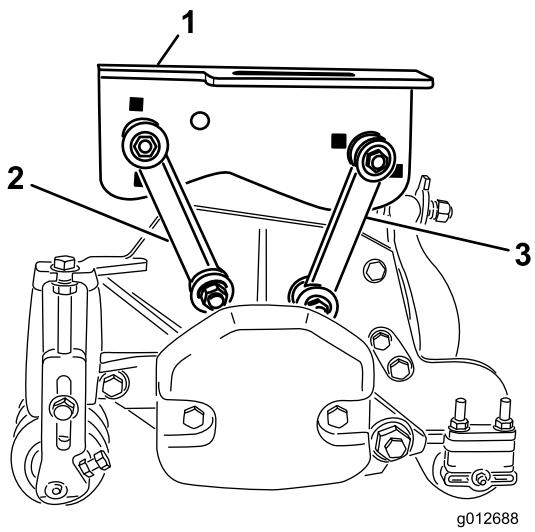

Рисунок 17
- Прикрепите передние монтажные тяги к отверстиям средних несущих рам с помощью болтов (3/8 x 2-1/4 дюйма), двух плоских шайб и контргаек, как показано на Рисунок 17. Во время монтажа установите с каждой стороны тяги по шайбе. Затяните крепежные элементы с моментом 42 Н·м.
- Прикрепите задние монтажные тяги к отверстиям средних несущих рам с помощью болтов (3/8 x 2-1/4 дюйма), 2 плоских шайб и контргаек, как показано на Рисунок 17. Установите шайбу с каждой стороны тяги при монтаже. Затяните крепежные элементы с моментом 42 Н·м.
- Прикрепите задние монтажные тяги к отверстиям задних несущих рам с помощью болтов (3/8 x 2-1/4 дюйма), двух плоских шайб и контргаек, как показано на Рисунок 17. Во время монтажа установите с каждой стороны тяги по шайбе. Затяните крепежные детали с моментом 42 Нм.